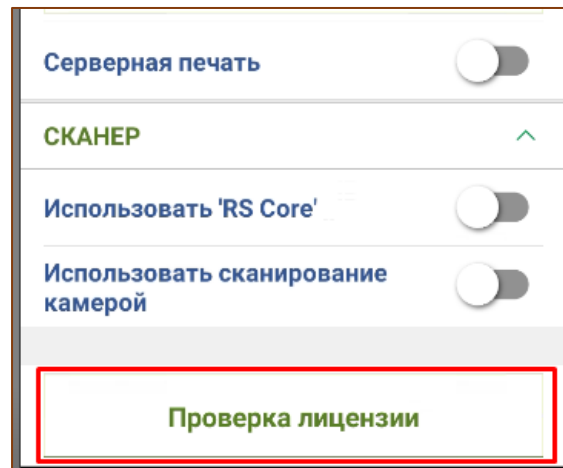

Рис. 5.19 - Проверка лицензии
1. В меню «Настройки» перейти в пункт меню «Проверка лицензии» (Рис. 5.19);